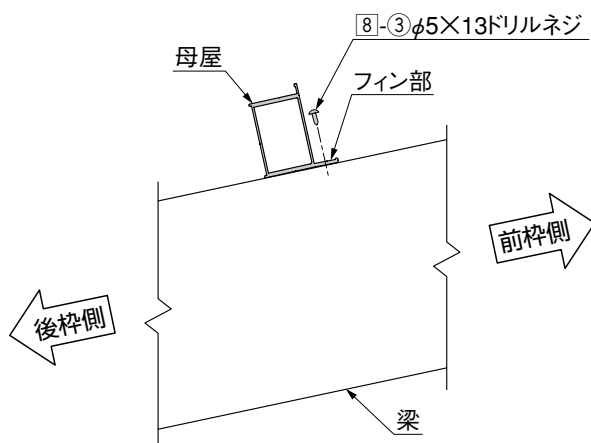

図3-2
② 前枠側にフィン部を向けて、母屋を梁に[8]-③で取付けてください。(図3-2参照)